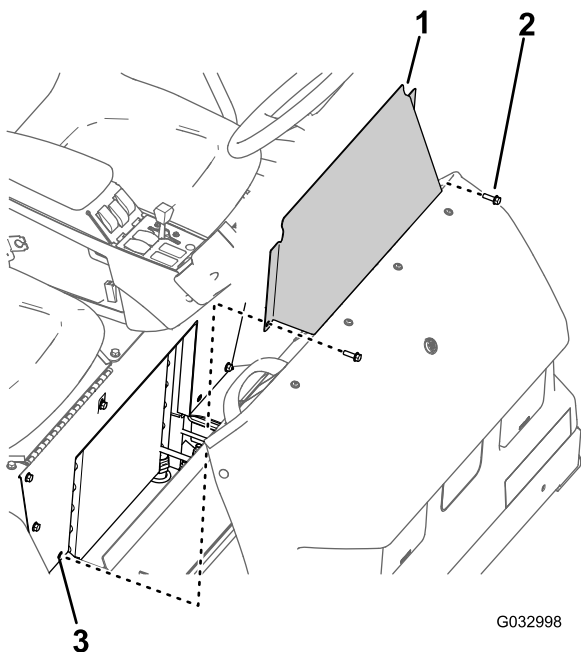

Figure 60
1. Retirez les 2 boulons à embase qui fixent le panneau d'accès à la base du siège (Figure 60).
2. Déposez de la machine le panneau d'accès de la base du siège (Figure 60).
1. Alignez les trous du panneau d'accès et les trous dans la base du siège (Figure 60).
2. Fixez le panneau d'accès à la base du siège au moyen des 2 boulons à embase (Figure 60) retirés à l'opération 1 de Dépose du panneau d'accès de la base du siège (page 54).